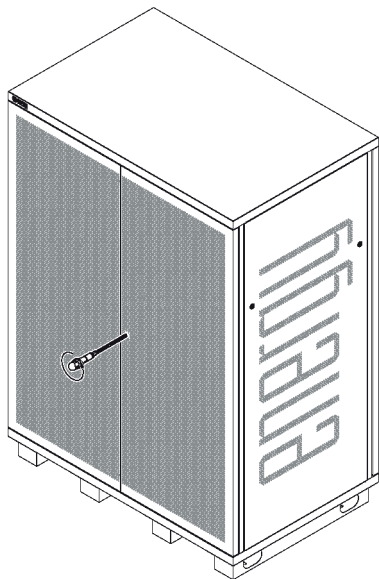
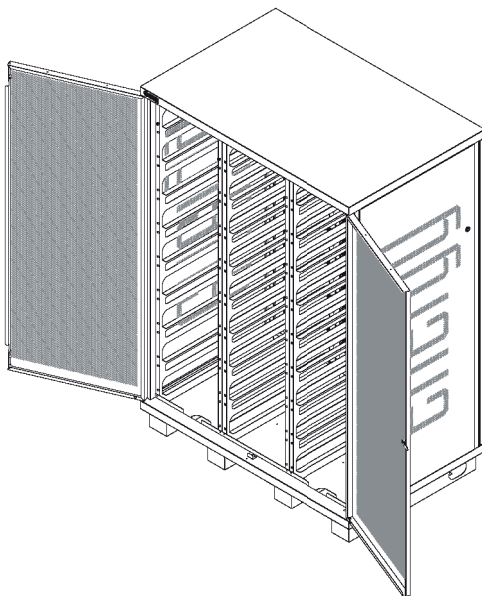

Fig. 4.22
Fig. 4.23
16. Aprire le porte anteriori e posteriori del rack (Fig. 4.22 e Fig. 4.23).